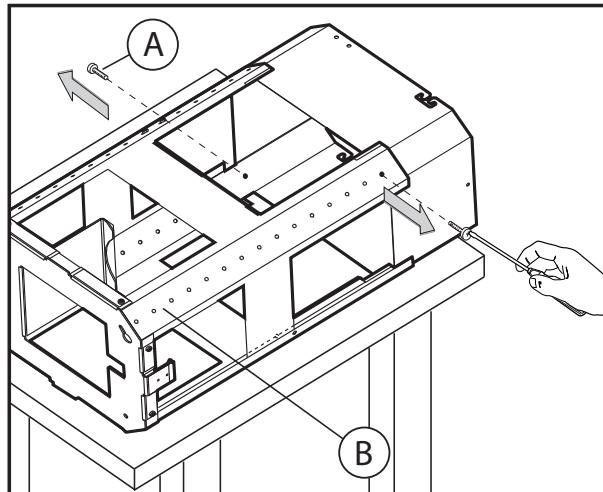

Fig.1
Aque la estructura del embalaje y quite los 2 tornillos **A** para separar la parte superior de la inferior (**Fig.1**).
**Fig.1:** Una las dos partes del deflector de aire, como se muestra en la figura 3.1. Podría ser necesario cortar el deflector para adecuarlo al ancho del sombrerete, como se muestra en la figura 3.2. Para cortar el plástico, utilice una cuchilla afilada o una sierra.